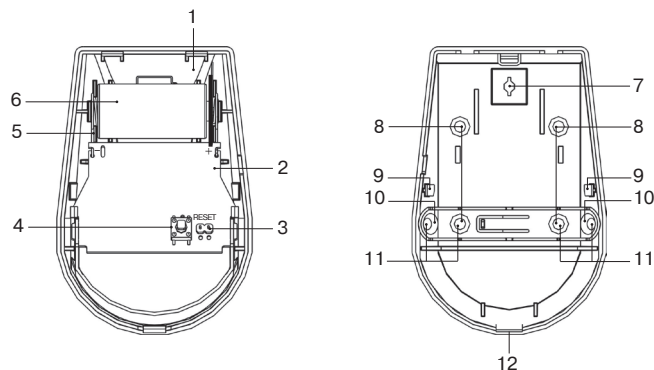

Рисунок 2 – Конструкция «Raptor-4RC»
Крышка корпуса с печатной платой представлены на рис. 2 а).
- контакты RESET (3);
- датчик вскрытия (4);
- держатель (5) батареи;
- батарея литиевая CR123A (6) с изолятором.
- В основании корпуса (рис. 2 б) имеются:
- отверстие для крепления основания к кронштейну (7);
- отверстие для монтажа на стене (8);
- фиксаторы платы извещателя (9)
- отверстия для монтажа в углу (10);
- отверстие фиксатора датчика отрыва (11);
- отверстие для фиксатора крышки (12).
- просверлите в основании корпуса отверстия (рис. 2 б), которые будут использоваться для крепления извещателя;